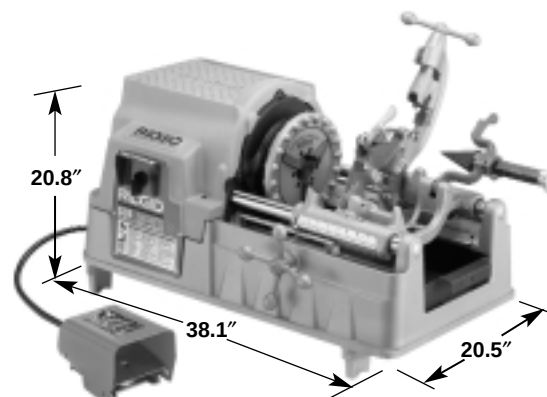

Figure 2 – Dimensions de la machine Modèle 535
- En l'absence d'un support, la machine doit être montée sur un établi solide. Pour monter la machine sur établi, introduisez les quatre (4) boulons de $\frac{5}{16}$ po et les trous prévus à chaque coin de l'embase de la machine. Les dimensions de l'embase sont indiquées à la Figure 2.